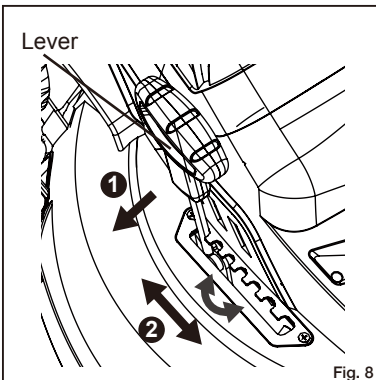

Fig. 8
UWAGA: Patrz rysunek 8.
- Aby **wyregulować** wysokość ostrza, chwyć dźwignię regulacji wysokości, odciągnij ją na bok i przesunij do przodu (1).
- Aby **opuścić lub podnieść** ostrze, przesunij dźwignię zgodnie z rys. 8. Wysokość kosiarki można zmniejszyć przesuwając dźwignię do przodu lub zwiększyć przesuwając ją do tyłu (2).